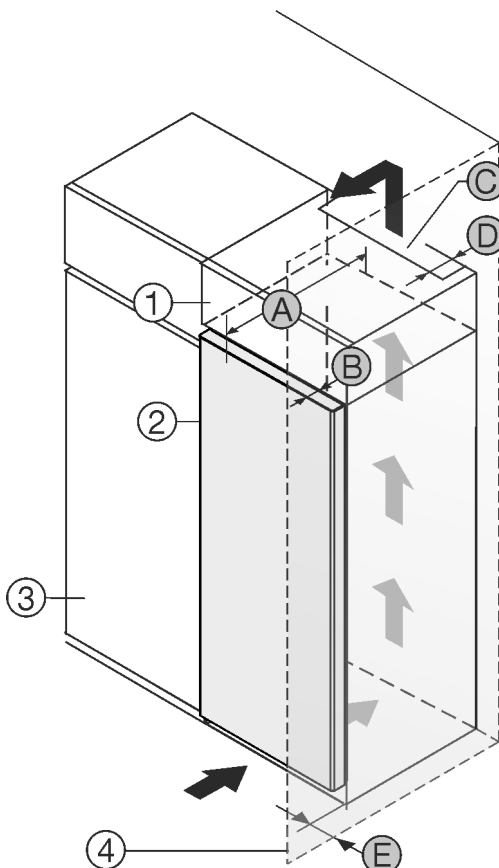

Fig. 1
Amplasați aparatul direct lângă dulapul de bucătărie Fig. 1 (3).
În partea din spate a dulapului suspendat trebuie să existe o fantă de aerisire cu grosimea Fig. 1 (D) pe toată lățimea dulapului suspendat.
Sub tavanul încăperii trebuie să fie respectată secțiunea de ventilație Fig. 1 (C).
Atunci când aparatul este montat cu balamalele lângă un perete Fig. 1 (4), distanța dintre aparat și perete trebuie să fie de minim 13 mm.
Atunci când aparatul este montat cu balamalele lângă un perete Fig. 1 (4), distanța dintre aparat și perete trebuie să fie de minim 20 mm.
Pentru a putea deschide complet ușa, aparatul trebuie să fie proeminent cu cel puțin adâncimea ușii Fig. 1 (B) față de suprafața frontală a dulapului de bucătărie. În funcție de adâncimea dulapurilor de bucătărie Fig. 1 (3) și utilizarea distanțierelor de perete, aparatul poate ieși mai mult în afară.